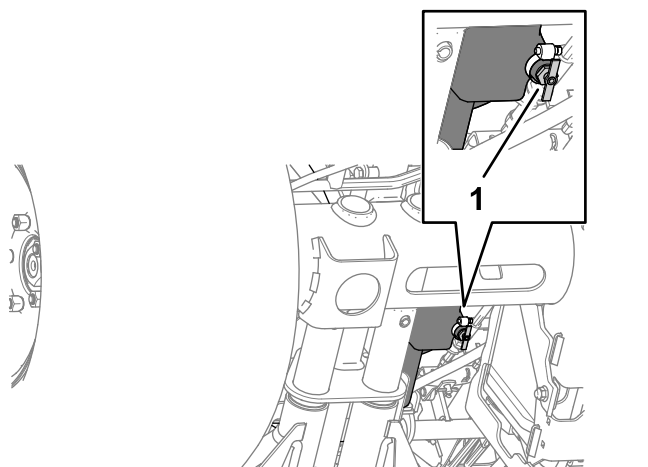

Рисунок 86
2. Поместите сливной поддон под сливной клапан топливного бака (Рисунок 86).